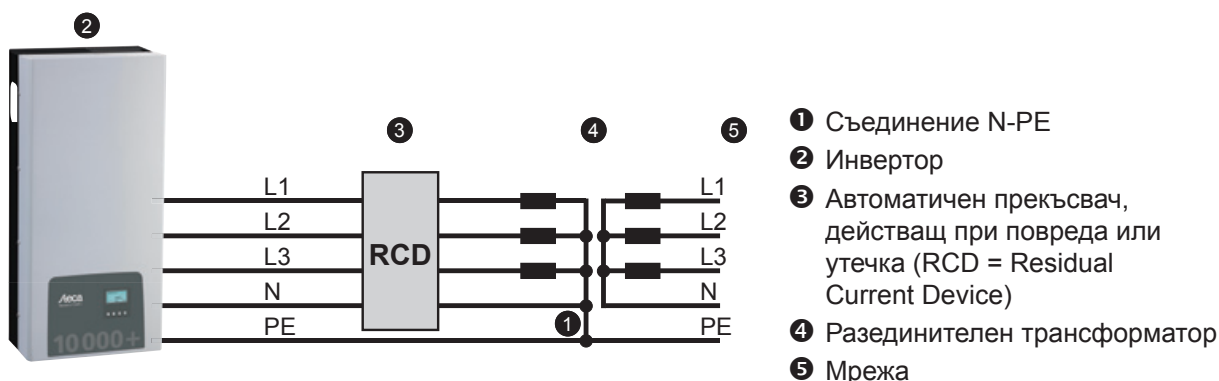

Рис. 8: Схема за присъединяване на разединителния трансформатор
- ▶ Ако е нужен разединителен трансформатор, то той трябва да се свърже, както е показано в Рис. 8.
- При показаната в Рис. 8 схема на присъединяване първичната и вторичната страна на разединителния трансформатор не са галванично разединени!
- Ако липсва свързването ❶, контролът на izolацията на инвертора не функционира коректно.